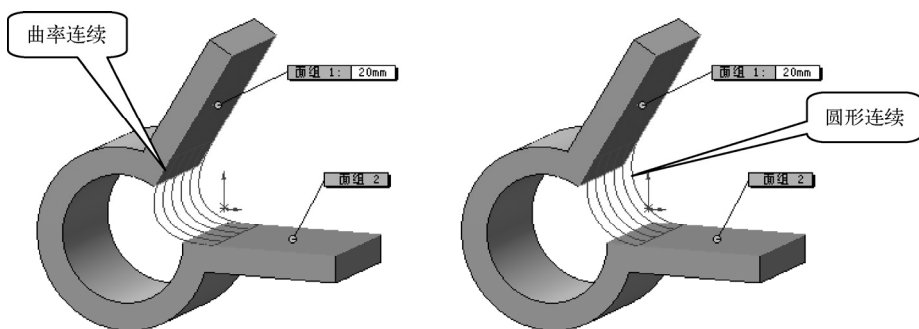

图 4-48 “曲率连续”选项的作用
- 曲率连续：选择该选项后，可在相邻曲面之间生成更平滑曲率的曲面，如图 4-48 所示。